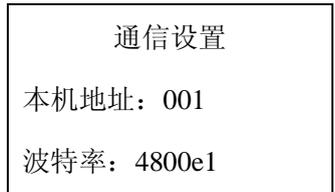

图 14
②“0~23”表示时间。（一般为1秒）
③打印和通信是共用1个接口（两项功能不能同时具备）。
f. 通信设置（见图 14）